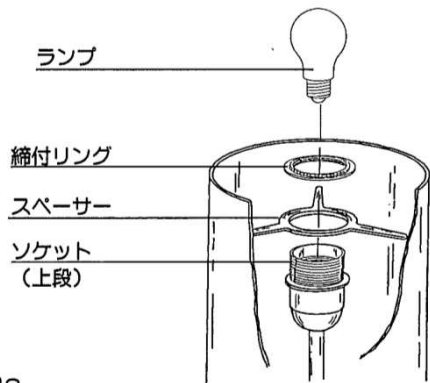

図3
5. 締め付けリングを回し、締め付けて確実に固定してください。(図3)
- ※器具に表示されている種類およびワット数以下のランプをご使用ください。(図3)